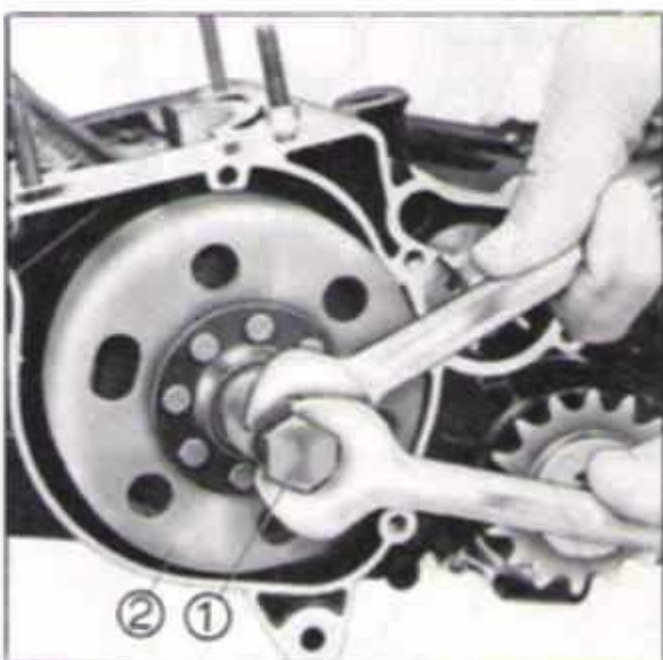

FIG. 121 - DESMONTAGEM DO MAGNETO
5. Enroscar a ferramenta (1) (7017.099.010.00.8) no volante para sacá-lo do eixo do motor. Fig. 121.